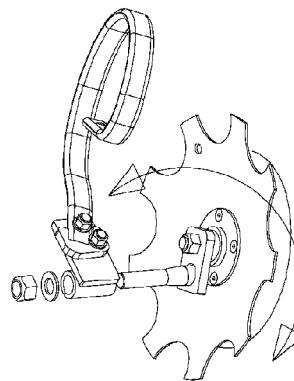

Рисунок 47 Настройка угла
1. Для регулировки угла маркера открутите гайку вала маркера и поверните маркер на нужный угол. (Рисунок 47)